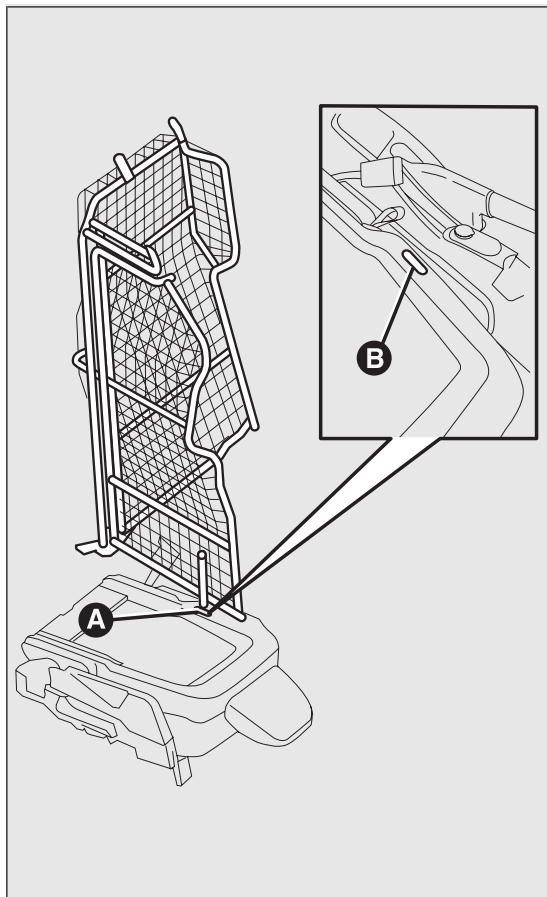

fig. 31
- dall'interno del vano di carico sganciare il perno A fig. 31, presente sulla parte posteriore della paratia, ed inserirlo nella sede B presente sullo schienale del sedile ribaltato.